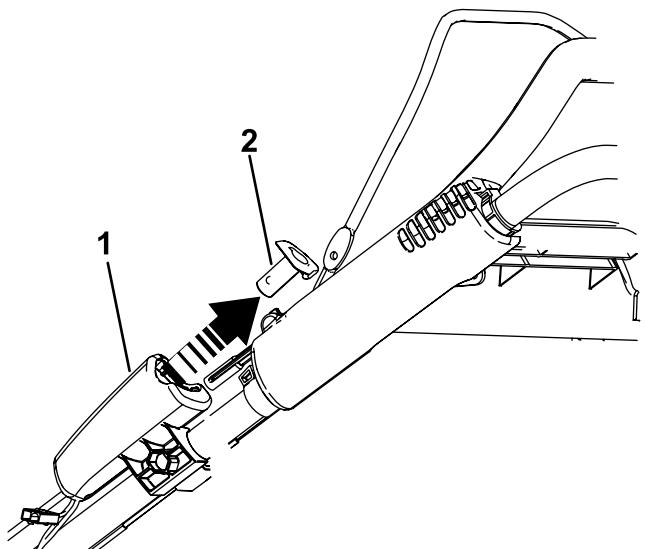

Figura 27
1. Remova o botão de arranque elétrico (Figura 27).